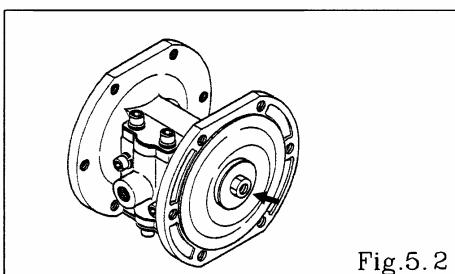

Fig.5.2
- Retire el disco central de un lado. [Fig. 5.2]